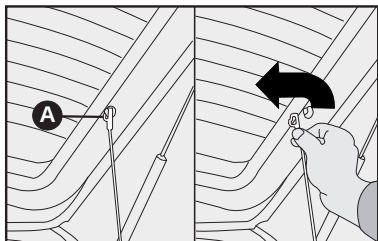

fig. 126
1) Desenganche las extremidades superiores **A**-fig. 126 de los dos tirantes, desprendiéndolas de sus pernos.